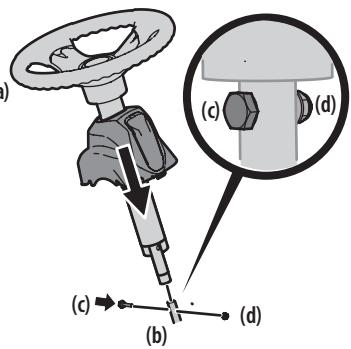

Figura 2
2. Extraiga el perno con reborde (c) y la tuerca de seguridad (d) del eje de la dirección y guárdelos para los pasos posteriores. Consulte la Figura 2.
4. Baje el conjunto del volante (a) sobre el eje inferior de la dirección (b) y sujetelo mediante el perno con reborde (c) y la tuerca de seguridad (d) que extrajo previamente. Consulte la Figura 2.